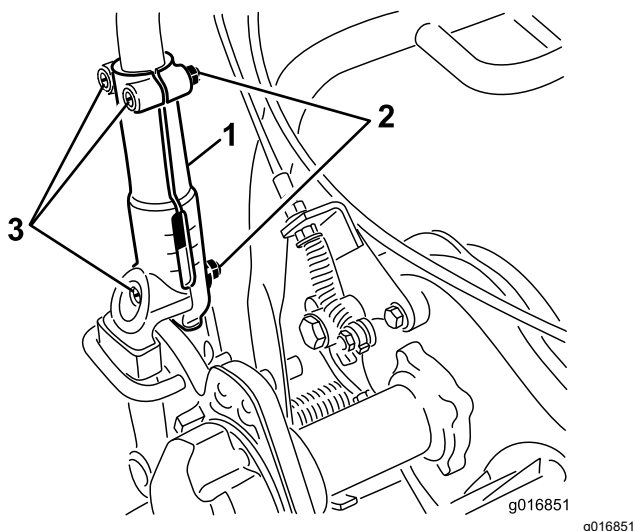

Figura 24
1. Allentate i 3 bulloni a testa tonda e i dadi che fissano ogni lato della stegola ai relativi morsetti (Figura 24).